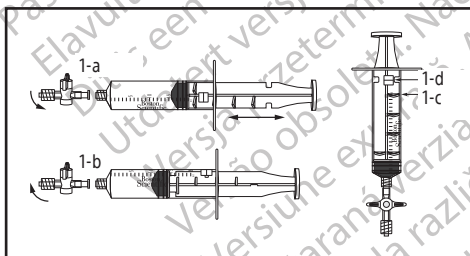

Figure 1.
1. Inspecter le robinet (figure 1-a). Le robinet comporte deux raccords Luer permettant de raccorder l'aiguille et la seringue. L'échange d'air se produit lorsque le robinet est en position ouverte. Le robinet est ouvert lorsqu'il est parallèle à la seringue ; il est fermé lorsqu'il est perpendiculaire à la seringue (comme illustré).
2. Examiner la seringue (figure 1). Le corps de la seringue comporte une goupille d'arrêt (figure 1-d) et le piston de la seringue comprend quatre nervures de verrouillage (figure 1-c). Le piston de la seringue peut être manœuvré dans le corps de la seringue afin de verrouiller et de déverrouiller cette dernière. Pour verrouiller la seringue, tirer sur le piston jusqu'à ce qu'il soit aligné avec le volume de ponction désiré (figure 1-a). Tourner le piston dans le sens des aiguilles d'une montre de manière à ce que la goupille d'arrêt s'engage dans les nervures de verrouillage du piston (figure 1-b). Tourner le piston dans le sens inverse des aiguilles d'une montre pour le libérer.
11. Préparer la seringue et le robinet fournis comme indiqué précédemment. Tourner le robinet en position fermée, c'est-à-dire perpendiculaire à la seringue. Tirer le piston de la seringue jusqu'à l'obtention du volume désiré et utiliser les nervures de verrouillage et la goupille d'arrêt de la seringue pour verrouiller le piston dans cette position. (Figures 1-c et 1-d).